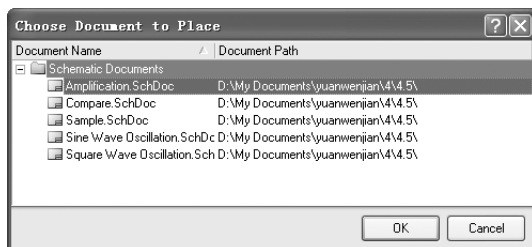

图 5-30 选择要生成方块图的子图
2) 选择菜单命令“设计”→“HDL 文件或图纸生成图表符”,打开“Choose Document to Place”(选择文件位置)对话框,如图 5-30 所示,在该对话框中选择“Amplification.SchDoc”,然后单击 按钮,生成浮动的方块图。